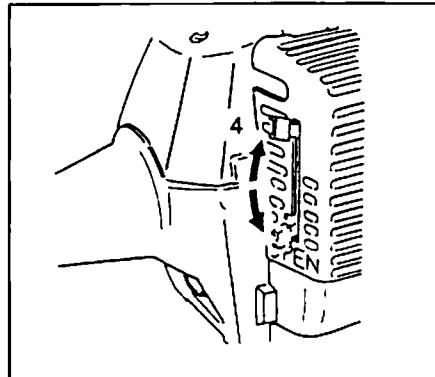

Fig. 2-3
- (En) 3. Set choke lever to CLOSED position (4). (Fig. 2-3)
- (Fr) 3. Régler la manette d'étranglement sur la position CLOSED (4). (Fig. 2-3)
- (Sp) 3. Poner la palanca del estrangulador en la posición cerrada CLOSED (4). (Fig. 2-3)